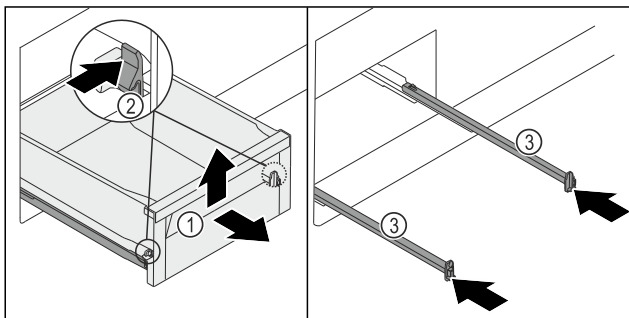

Fig. 135
- Sortir le tiroir Fig. 135 (1) jusqu'en butée.
- Appuyer simultanément sur les languettes Fig. 135 (2) situées à gauche et à droite.
- Le tiroir Fig. 135 (1) se détache des rails.
- Soulever l'avant du tiroir Fig. 135 (1).
- Retirer le tiroir Fig. 135 (1) par l'avant.
- Pousser les rails Fig. 135 (3).